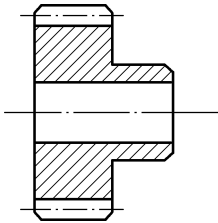

图 8-34 齿轮图样
3) 根据如图 8-34 所示的齿轮图样进行绘制，完成填充。